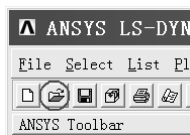

图 4-18 “OPEN ANSYS File”按钮
(7) 单击 ANSYS LS-NYNA 操作界面左上角处的“OPEN ANSYS File”按钮（见图 4-18），打开“D:\Ch4\shell and plate”目录中的“shell and plate.db”文件。打开该文件后，图形界面中显示出划分网格后的球壳与方板。